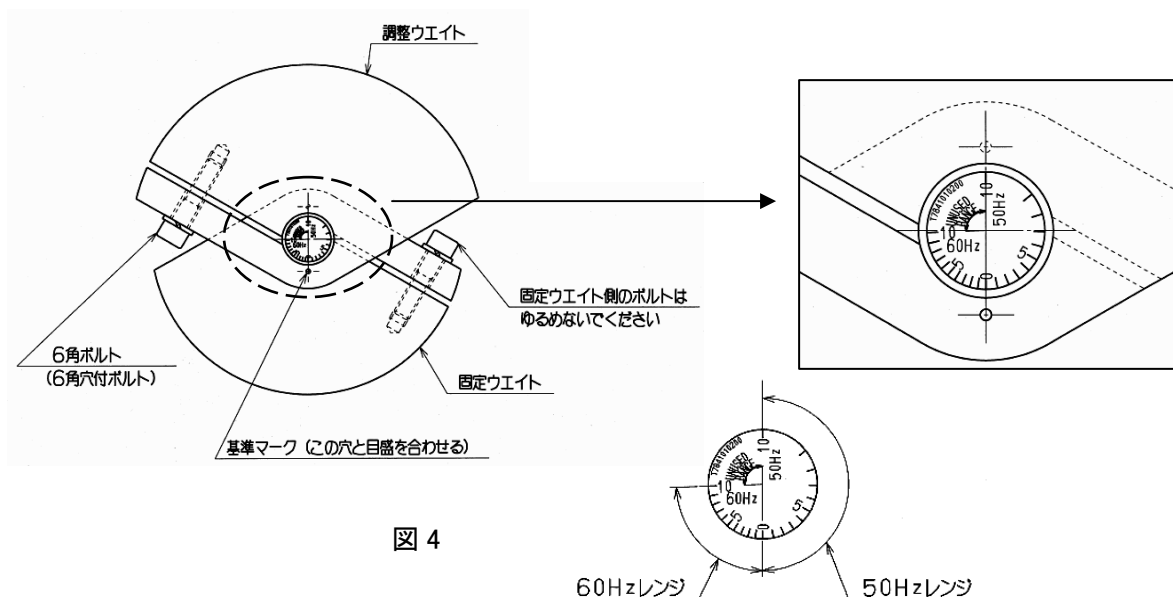

図 4
(図 4 参照)
- (c) 図 4 に示す、調整ウエイトの基準穴を希望する目盛に合わせ、調整ウエイトのボルトを締めて固定します。調整ウエイトのボルト締付けトルクは表 2(10 P)を参照ください。